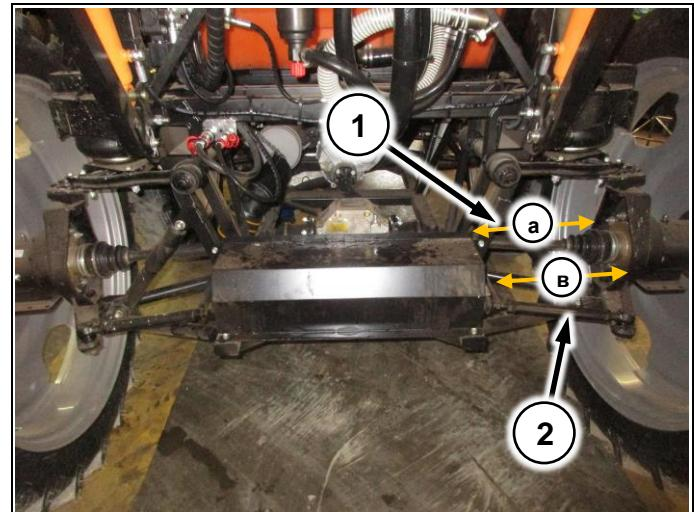

Рис. 112
2. Замерьте расстояние от нижнего профиля рамы до края редуктора, как показано на рисунке (а и в) (Рис. 112/1)
3. Вращая рулевую тягу (Рис. 112/2) добейтесь одинакового положения редуктора относительно рамы ($a=b$)